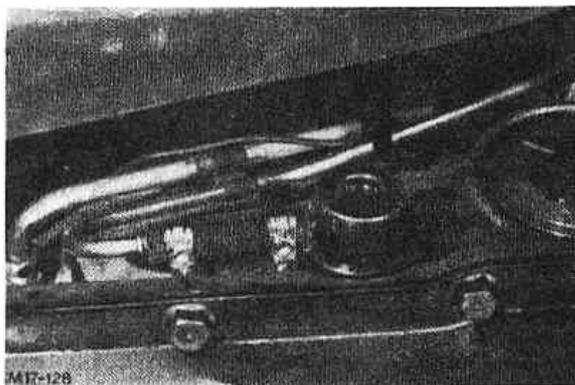

Рис. 6.34. Отсоединение вакуумной трубки
13. Отсоедините вакуумную трубку от вакуумной диафрагмы (Рис. 6.34).